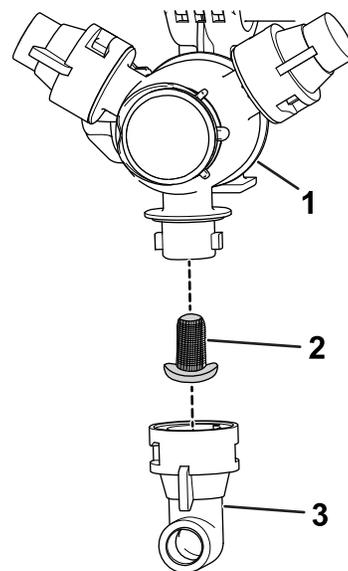

Figura 56
2. Retire la boquilla de la torreta de fumigación (Figura 56).
3. Retire el filtro de boquilla usado (Figura 56).
4. Instale el filtro de boquilla nuevo (Figura 56).
5. Instale la boquilla en la torreta de fumigación (Figura 56).